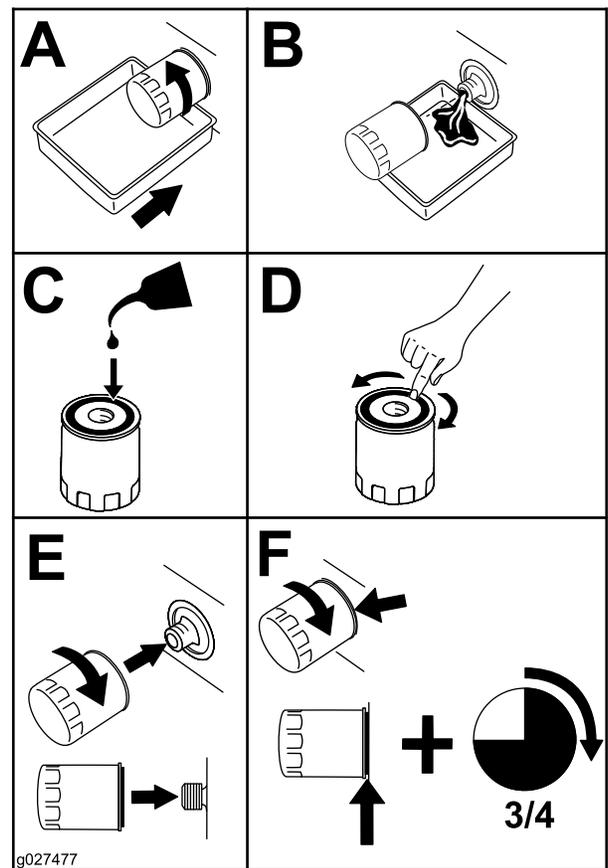

Figura 42
6. Sustituya el filtro de aceite del motor como se muestra en la Figura 42.